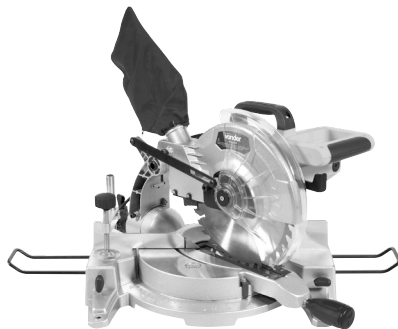

Fig. 8 – Cortes em 45°
- Gire o punho de ajuste da mesa (8) no sentido anti-horário (fig. 8);
- Rotacione a base da máquina para o ângulo de 45°, ou outro desejado. Verifique o ângulo na escala da base (9);
- Trave a base da mesa girando o punho (8) no sentido horário.